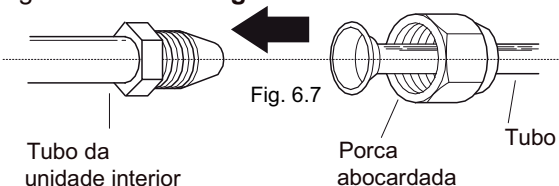

Fig. 6.7
1. Alinhe o centro dos dois tubos que irá ligar. Consulte a Fig. 6.7.